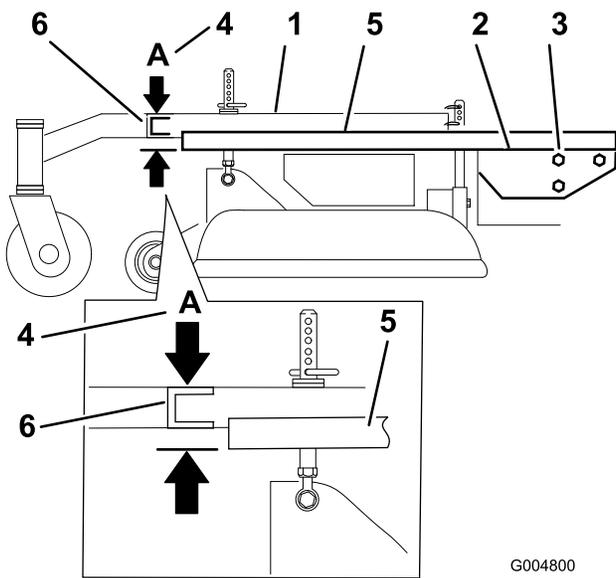

Figure 67
3. Placez une longue planche, ou autre objet similaire parfaitement droit en haut du plancher moteur, comme illustré à la Figure 67.
4. Au niveau du tube transversal du bâti porteur, mesurez la hauteur au point **A** (Figure 67). Elle doit être égale à 33 mm (1-5/16 po) \pm 6 mm (1/4 po).
6. Desserrez les boulons de montage du bâti porteur de chaque côté de la machine (Figure 67).
7. Alignez le bâti porteur et le plancher moteur à 33 mm (1-5/16 po) \pm 6 mm (1/4 po) au point **A** (Figure 67).